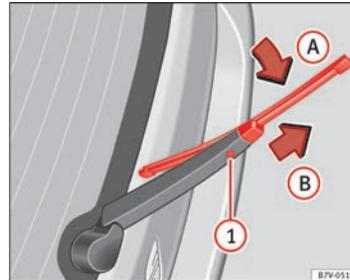

Abb. 112 Scheibenwischerblatt der Heckscheibe auswechseln.
- Scheibenwischerarm anheben und um einen Winkel von etwa 60° wegklappen ⇒ Abb. 112.
- Entriegelungstaste ① gedrückt halten.
- Scheibenwischerblatt in Richtung Scheibenwischerarm ⇒ Abb. 112 (Pfeil ①) kippen und gleichzeitig in Pfeilrichtung ② abziehen. Dazu kann ein etwas erhöhter Kraftaufwand notwendig sein.
- Neues Scheibenwischerblatt **gleicher Länge und Ausführung** auf den Scheibenwischerarm entgegen der Pfeilrichtung ③ schieben, bis es einrastet. Dabei muss sich das Scheibenwischerblatt in abgeklappter Position (Pfeil ①) befinden.